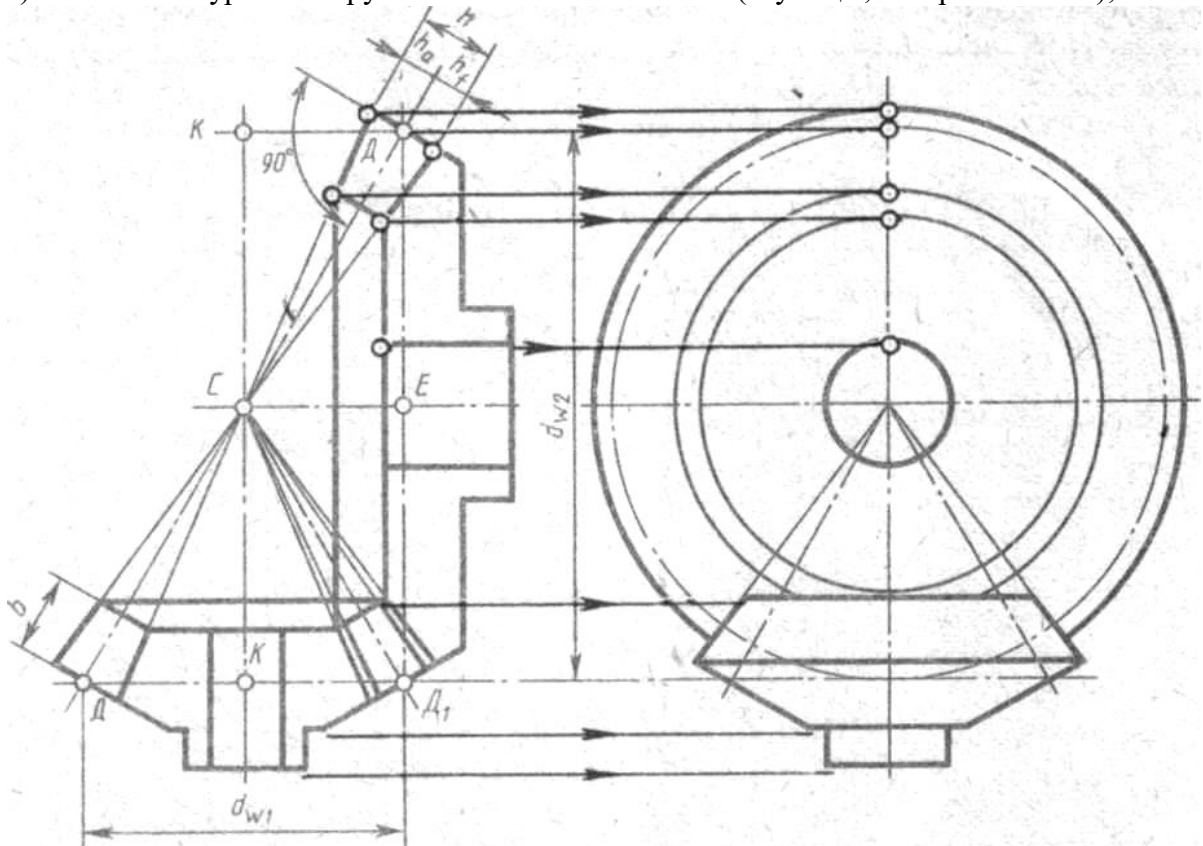

Рисунок 5.3 - Выполнение конической передачи
- 1) на главном виде, который в данном примере оформляется как фронтальный разрез передачи, проводят взаимно перпендикулярные линии, соответствующие оси шестерни (вертикальная) и колеса (горизонтальная) (Рисунок 5.3);